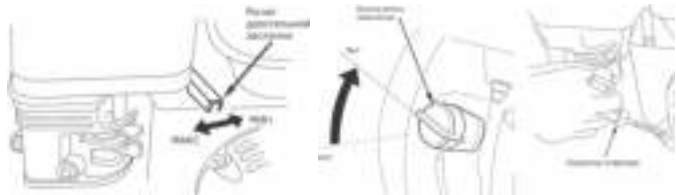

Рис. 11
5. Поверните рычаг дроссельной заслонки на $\frac{1}{3}$ хода в сторону положения «**Макс**» (Рис. 11).
6. Поставьте выключатель зажигания в положение «**Вкл**» (Рис. 11).